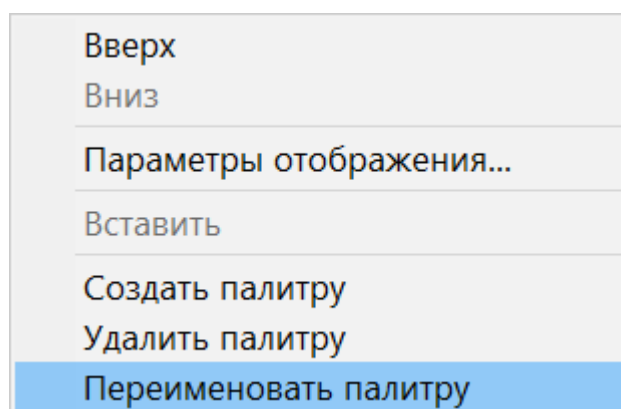

Рис. 139. Переименовать палитру
7. В инструментальной палитре (CTRL+3) создается новая вкладка с добавленными блоками под именем Новая палитра. Чтобы переименовать палитру, необходимо щелкнуть по ней ПКМ и выбрать Переименовать (рис. 139). Аналогичным способом можно переименовывать и сами блоки.